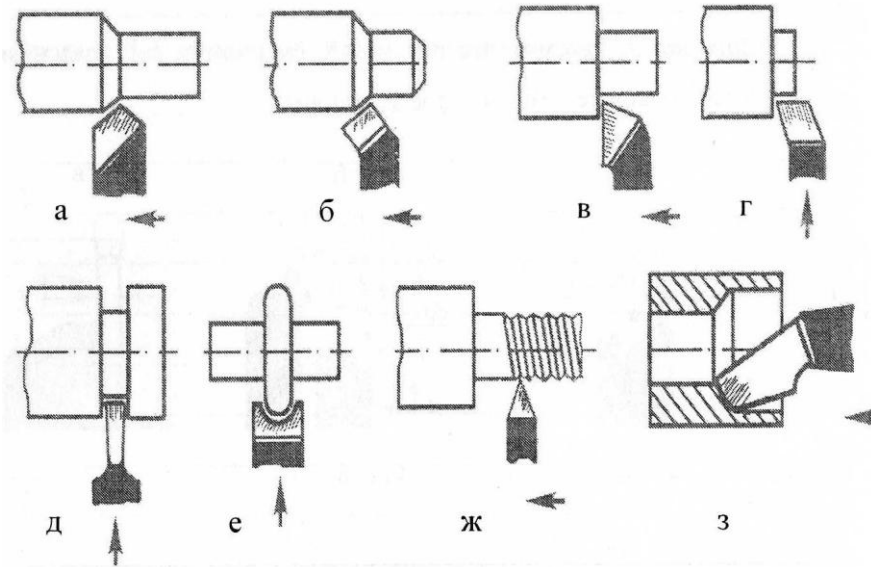

Рис.2.
4. Напишите, как классифицируются токарные резцы по виду обработки (Рис.2.):